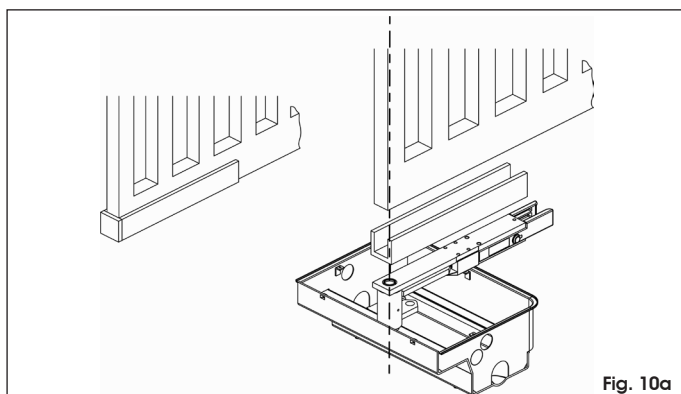

Fig. 10a
- determinar la posición de la hoja sobre el perfil en U, tomando como referencia el eje de rotación (Fig. 10a o 10b); cerrar el perfil en U, del lado de la columna, utilizando una chapa como la que se ilustra en la Fig. 10a o 10b.